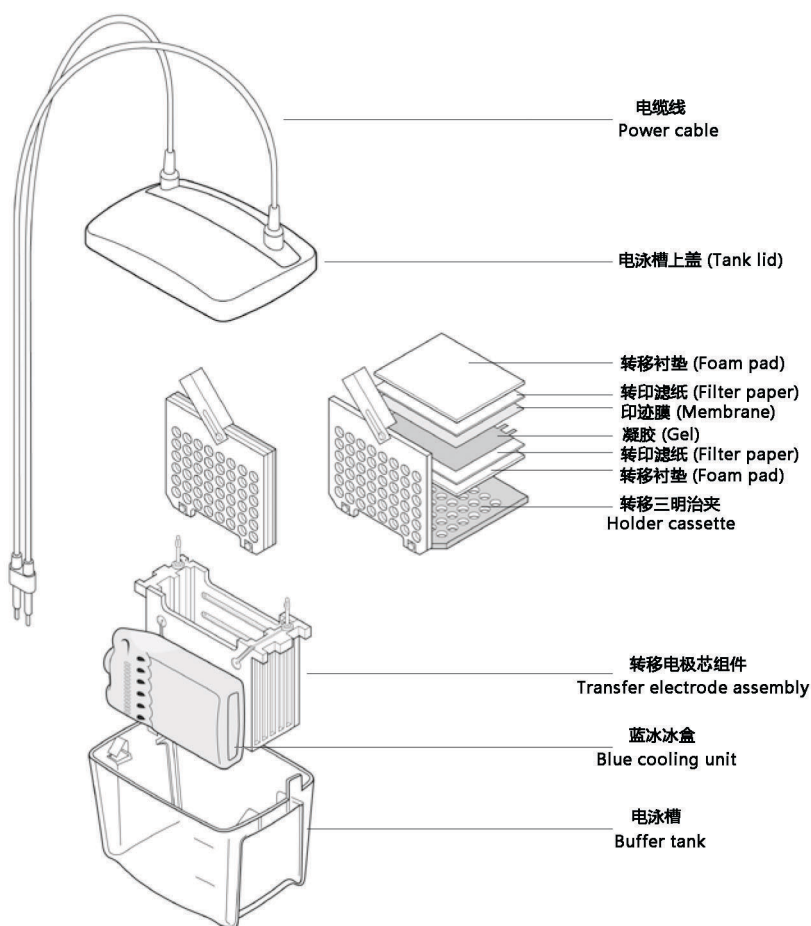

图1. MiniBlot™蛋白转膜系统电泳槽及各部件装配组装图。仅E6050包含电泳槽和电泳槽上盖。
- 本系统包含电泳槽(缓冲液槽)和电泳槽上盖(带电缆线)(仅E6050包含本组件)、转移电极芯组件、转移三明治夹、转移衬垫、蓝冰冰盒。本产品的电泳槽及各部件装配组装图见图1。